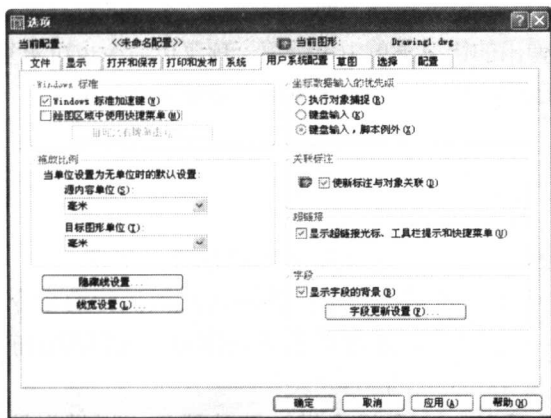
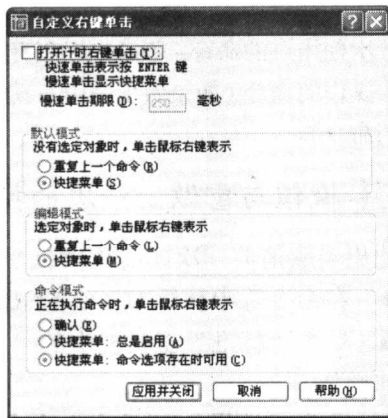

图 1-6 “选项”对话框
图 1-7 “自定义右键单击”对话框
(1) 单击“工具”|“选项”命令,弹出“选项”对话框。
(2) 单击“用户系统配置”选项卡,然后在该选项卡的“Windows 标准”选项区中取消选中“绘图区域中使用快捷菜单”复选框,如图 1-6 所示,然后单击“确定”按钮即可。
取消该功能后,执行命令过程中单击鼠标右键便为确认操作,执行某个命令之后单击鼠标右键则重复执行上一个命令。用户也可以自定义在不同状态下单击鼠标右键时的功能。当在如图 1-6 所示的“用户系统配置”选项卡中选中“绘图区域中使用快捷菜单”复选框时,单击“自定义右键单击”按钮,弹出如图 1-7 所示的“自定义右键单击”对话框,在该对话框中按需要进行设置后,单击“应用并关闭”按钮返回“选项”对话框,然后单击“确定”按钮即可。